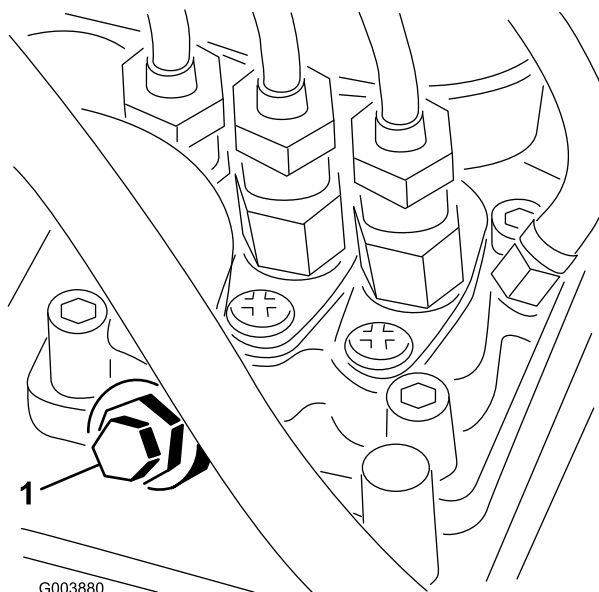

Figure 22
3. Desserrez la vis de purge sur la pompe d'injection (Figure 22).